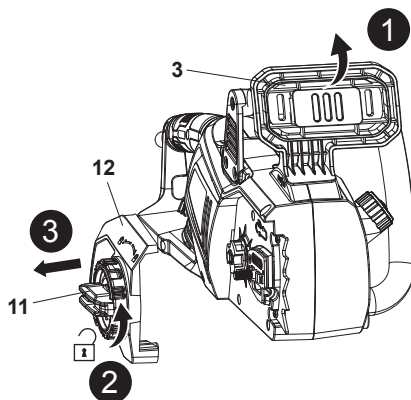

Fig. 1
2. Puxe a proteção dianteira (3) para trás para desengatar o travão da corrente (Fig. 1, passo 1).
3. Desaperte a roda de bloqueio (11) no sentido anti-horário e retire-a juntamente com a cobertura da motosserra (12) (Fig. 1, passos 2, 3).